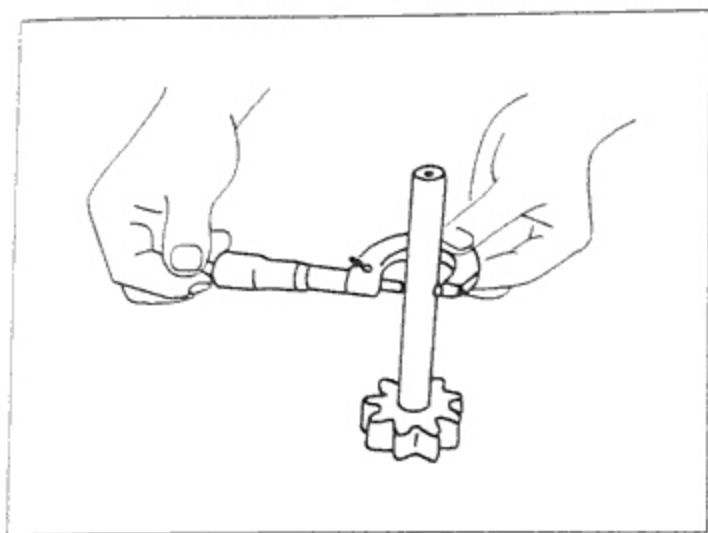

图 6-3-7 测量主动轴外径
- (1) 用螺旋千分尺测量主动轴外径,见图 6-3-7。
- (2) 用内径千分表测量泵体内径。
- (3) 如果主动轴与机油泵体之间的间隙超过规定极限值,机油泵总成必须更换。